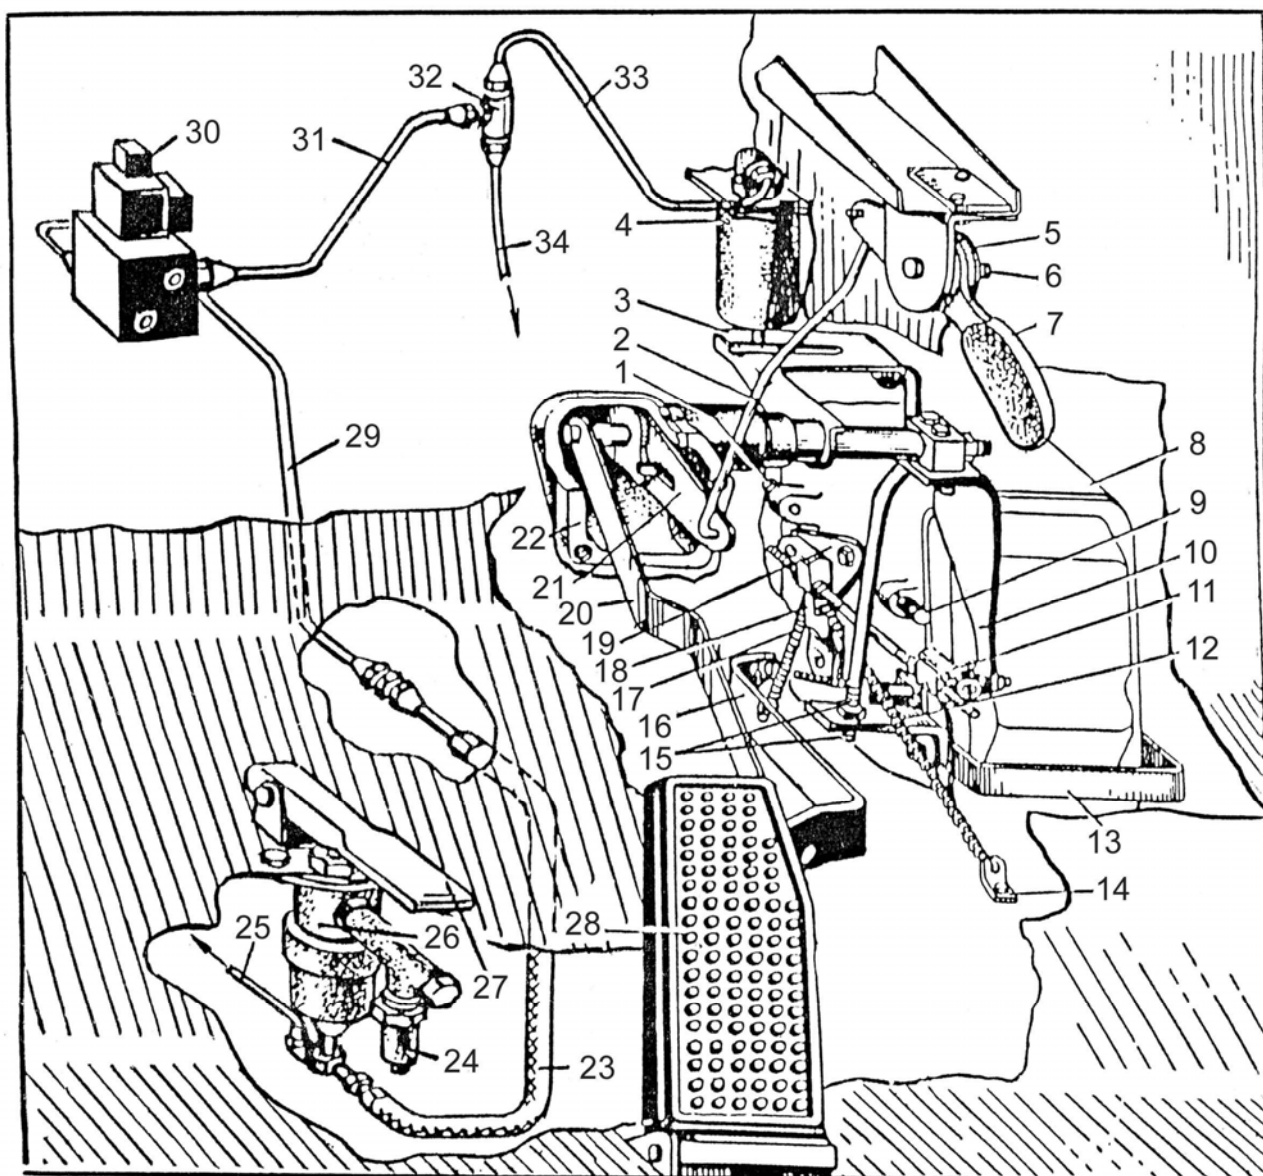

Рисунок 9 – Привод управления подачей топлива:
**Привод управления подачей топлива** состоит из напольной педали, системы рычагов, тяг и ручного привода. Педаль 28 (рисунок 9) с помощью промежуточных рычагов и шарнирной тяги связана с рычагом 18 регулятора частоты вращения коленчатого вала двигателя.